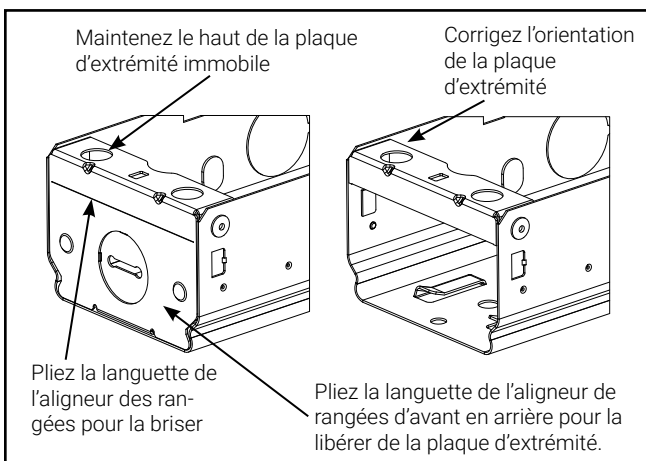

Figure 4.
3. Tenez le haut de la plaque d'extrémité, pliez la partie inférieure de la plaque d'extrémité pour séparer l'aligneur de rangées (Figure 4).
6. Assurez-vous que la partie supérieure de la plaque d'extrémité est dans la même orientation que celle indiquée dans la figure 4.